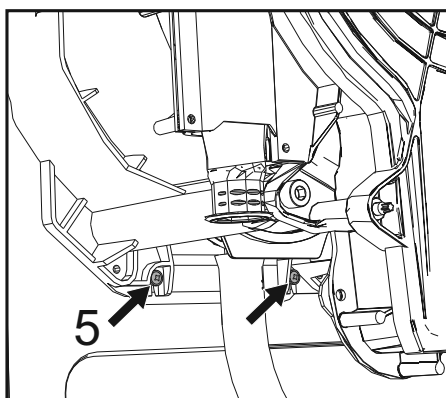

fig. 49
- Afloje los dos tornillos **inferiores "5"** que fijan el intercambiador al bastidor (fig. 49).